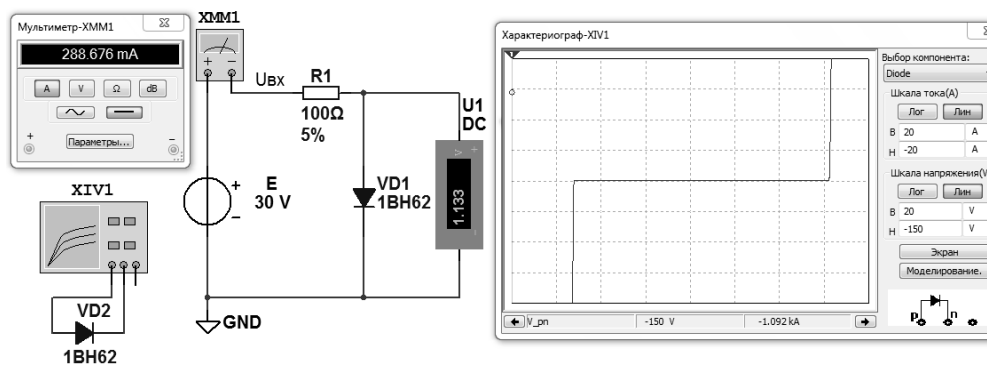

Рисунок 4.1 – Схема для исследования выпрямительного диода в Multisim
4.2.2 Рассчитать параметры и выбрать из ряда E24 сопротивление ограничивающего резистора $R1$ для исследования параметров выпрямительного диода в Multisim (рисунок 4.1):